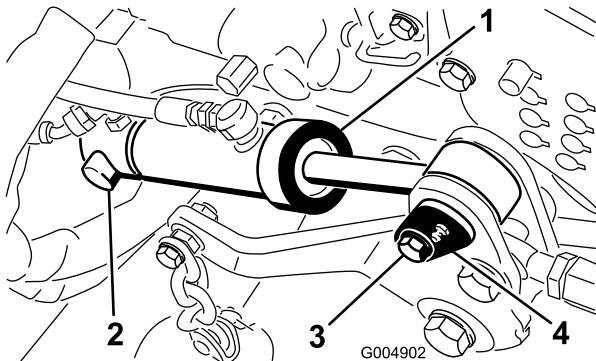

Figure 12
- Montez l'arrière du vérin de levage du tablier sur l'axe de pivot et fixez-le en place avec la bague de retenue (Figure 12).
- Fixez l'avant du vérin de levage au châssis du tablier de coupe avec la goupille et la vis (Figure 12).